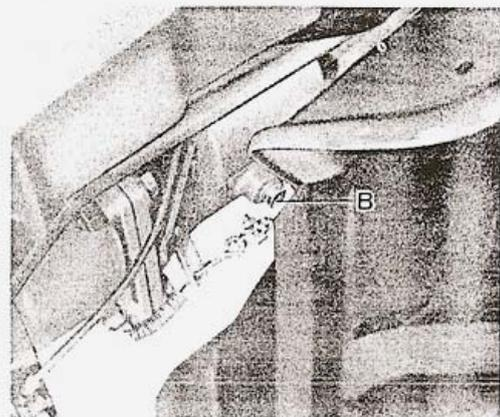

Fig 7
- dévisser le bouchon B servant à la vidange du compartiment avant du pont situé à l'avant côté gauche (fig. 7).